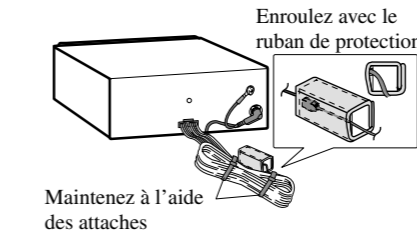

Fig. 9
- Pour installer la boîte de raccordement de câble à fibres optiques au moyen des attaches. (Fig. 9)